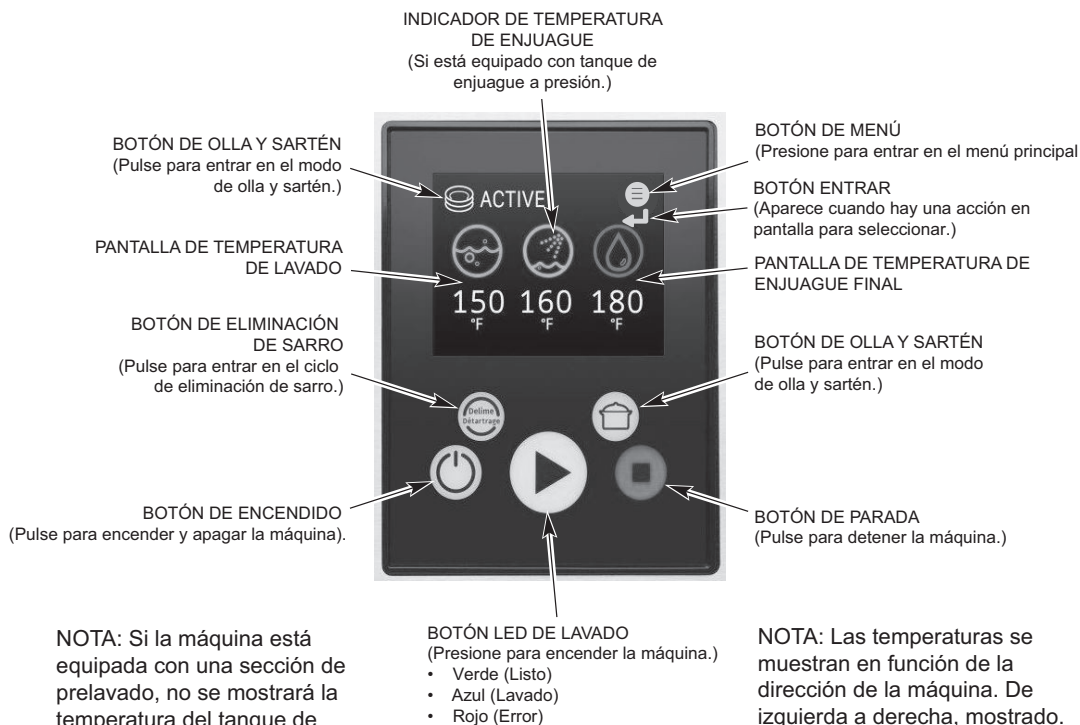

Figura 24
Los controles se ubican en la parte superior del lavavajillas. La Interfaz hombre-máquina está montada en la parte frontal de la caja de control (Figura 24).
Cierre todas las puertas. Cuando se cierren las puertas, se cerrará automáticamente el desagüe. Para comenzar el llenado una vez que la máquina está lista, presione el botón POWER (Figura 24).
5. Presione el botón POWER (Figura 24). El lavavajillas se llenará automáticamente (consulte la sección "Llenado del lavavajillas" en esta misma página). Una vez que el tanque está lleno, se encenderá el quemador si se requiere aplicar calor. El sistema de ignición considera un período de 15 segundos de purga antes de comenzar su labor.
6. Si el lavavajillas no funciona, presione el botón POWER (Figura 24) y cierre la válvula manual de gas. Comuníquese con el servicio técnico de Hobart o con el proveedor local de gas.
En pantalla aparecen las temperaturas del tanque (Figura 24) cuando la máquina está funcionando. La temperatura "Final Rinse" muestra unas rayas (- - -) hasta que una canastilla ingresa a la zona de enjuague. Luego se lee "Final Rinse". Una vez que la vajilla abandona la zona de enjuague, Final Rinse vuelve a mostrar - - - .
La opción ollas y sartenes, estándar en todos los modelos CL, permite que el operador lave ollas y sartenes extremadamente sucios haciendo pasar las canastillas por dos zonas de lavado predeterminadas durante cierto tiempo específico. Presione el botón POT & PAN (ollas y sartenes) ubicado en la Interfaz hombre-máquina (Figura 24) para ingresar a dicho modo. Inserte la canastilla en el lavavajillas, donde permanecerá por el tiempo predeterminado. Cada rejilla se registrará dos veces a través de la zona de lavado en el tiempo preestablecido. El lavavajillas volverá a su funcionamiento normal al presionar el botón POT & PAN nuevamente, el botón STOP o si finaliza el temporizador automático.
1. Presione el botón POWER en el teclado para apagar la máquina (Figura 24).